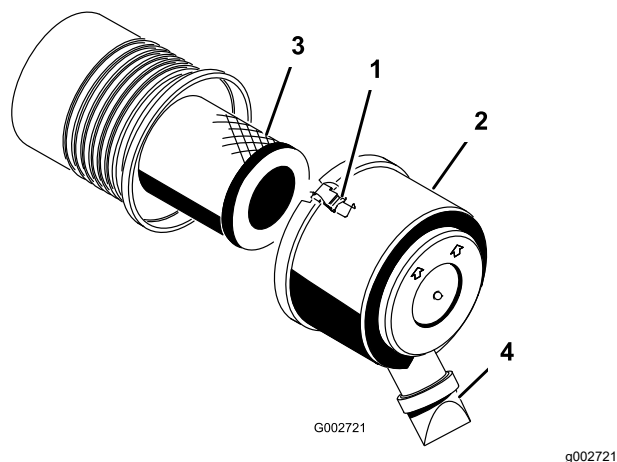

図 26
1. エアクリーナのカバーをボディーに固定しているラッチを外す(図 26)。